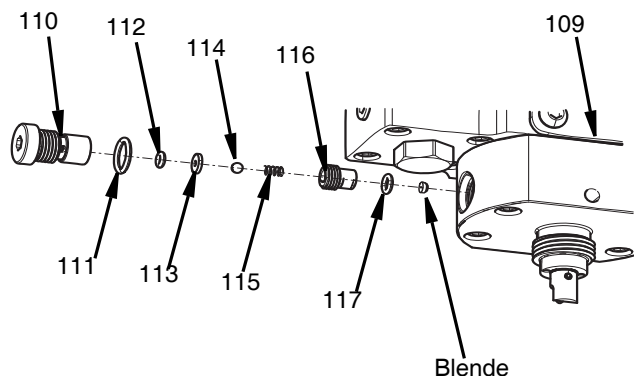

ABB. 30
2. Den Rückschlagventilkörper (110) mit einem 5mm-Inbusschlüssel entfernen.
3. Düse und O-Ring (117) von der Unterseite des Rückschlagventils und der Düsenöffnung (109) entfernen.
4. Die Rückschlagventilhalterung (107) mit einem 6-mm-Schlüssel (1/4 Zoll) und einem 5-mm-Inbusschlüssel vom Rückschlagventilkörper (110) abschrauben.
5. Die Rückschlagkugel (114), die Druckfeder (115), den Ventilsitz (113) und die O-Ring-Packung (112) aus dem Rückschlagventilgehäuse (110) entfernen. Siehe ABB. 30.